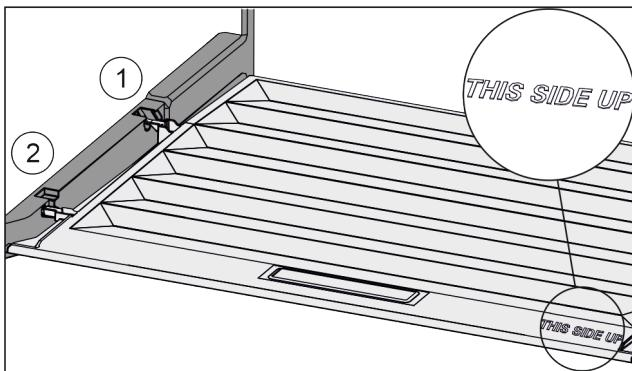

Fig. 54
- Вставити поперечні ребра через отвір заднього тримача Fig. 54 (1) і зафіксувати спереду у тримачі Fig. 54 (2).